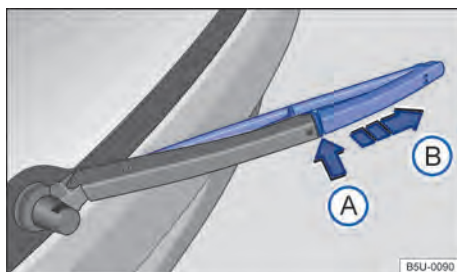

Fig. 130 Substituir a palheta do limpador do vidro traseiro.
- Manter o botão de destravamento → Fig. 130^A pressionado.